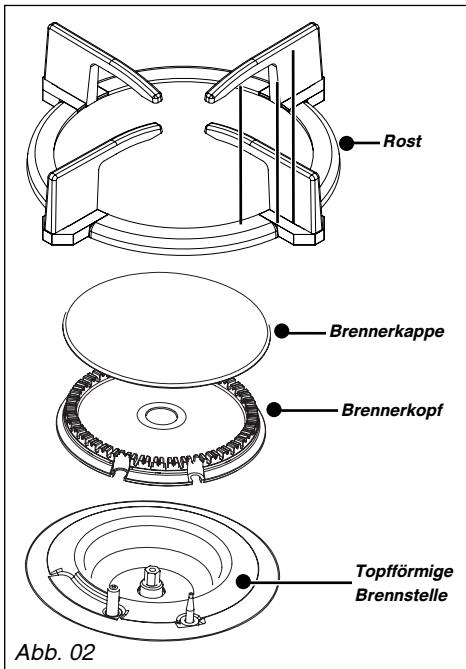

Abb. 02
– An der angegebenen Stelle mit einem Bleistift einen Strich auf der Kochstelle **ziehen** (Abb. 02).